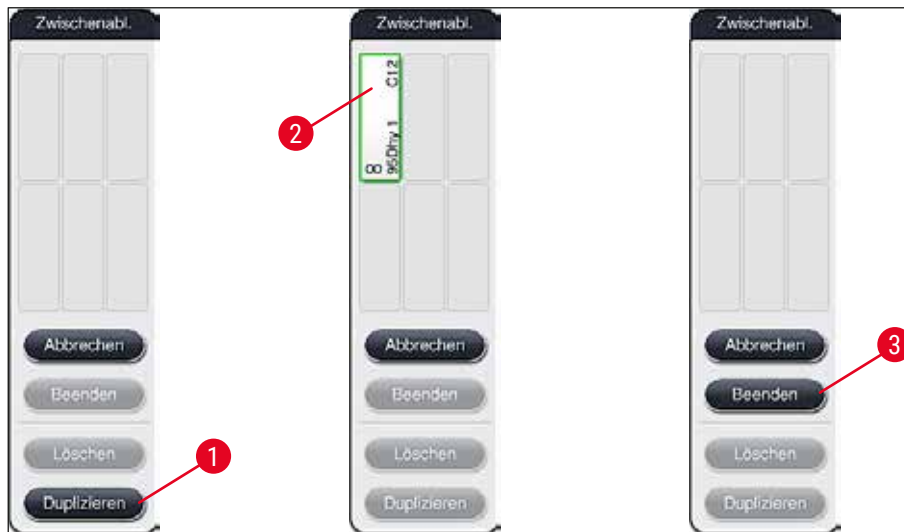

Abb. 54
2. Nachfolgende Meldung beachten und mit **Ok** bestätigen. Ein neues Fenster **Zwischenablage** (→ "Abb. 54") öffnet sich.